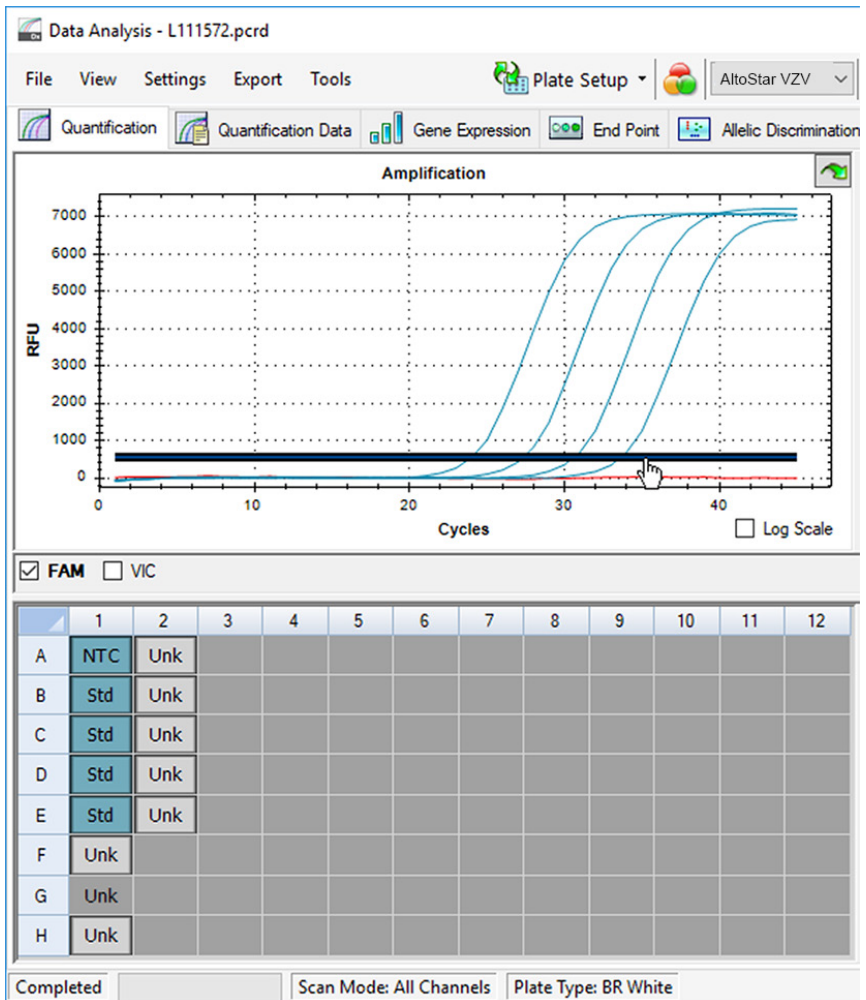

Figura 10: Finestra Data Analysis (Analisi dei dati): impostazione della soglia FAM™
5. Sul lato sinistro della finestra Data Analysis (Analisi dei dati) togliere il segno di spunta dalla casella di controllo **VIC** e spuntare solo la casella di controllo **FAM** per il canale di rilevamento del target VZV (vedere figura 10).
6. Selezionare solo i pozzetti contenenti NTC e QS nella vista piastra della finestra Data Analysis (Analisi dei dati) (vedere figura 10).
7. Trascinare la soglia pozzetto sopra al segnale dell'NTC nell'area esponenziale dei segnali QS (vedere figura 10).